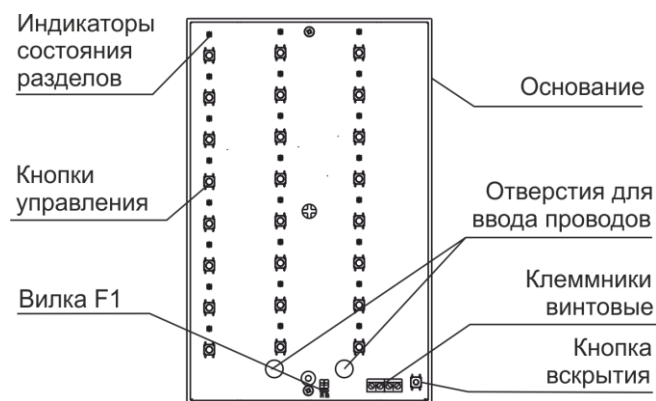

Рисунок 2
4.1 Конструктивно БИР выполнен в виде блока, состоящего из основания и съемной крышки. Внутри блока смонтирована печатная плата с радиоэлементами (рисунок 2).
<p>2 Через отверстия для ввода проводов (см. рис.2) на основании и плате БИР завести провода для подключения питания и интерфейса связи с БИ</p>
<p>3 Через отверстия для ввода проводов (см. рис.2) на основании и плате БИР завести провода для подключения питания и интерфейса связи с БИ</p>